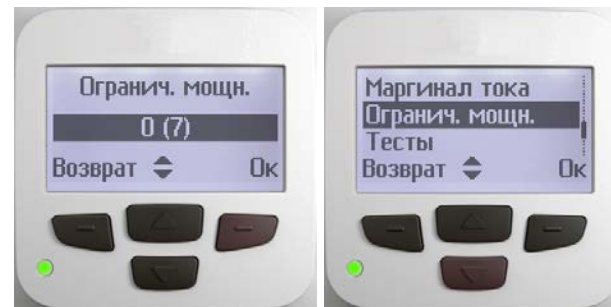

**Рисунок 1.**
4.2 Внешний вид прибора представлен на рис. 1.
- запрещается работа прибора при снятом кожухе (1) рис.1.